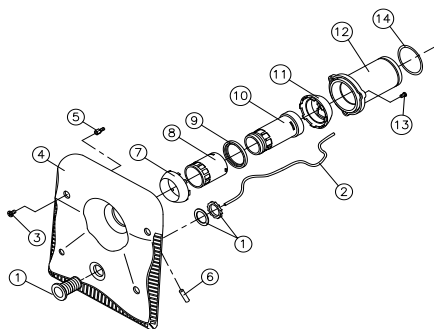
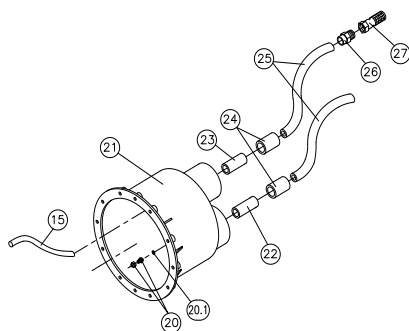

Fig. 3
Fig. 2
The transparent pipe (no.2, fig. 2) is to be connected to the microswitch located on the upper right-hand part of the panel. It is very important to ensure that the transparent pipe has no bends in it.
**3.1** Pour fixer le boîtier (n°21, fig.2) dans une paroi en béton, il vous suffit de suivre les instructions données au chapitre 2 (lie d'installation).
**4.1** Le boîtier est fourni avec les tubes no.22 et 23 (fig.2) déjà installés; de plus l'un des manchons (n°24, fig.2) est fourni collé au tube n° 22.
Cette ligne se compose d'un manchon (n° 24), d'un tuyau souple (n° 25), d'un embout fileté mâle (n° 26) et d'une valve à pied (n° 27); toutes ces pièces étant fournies montées; vous n'aurez donc qu'à coller l'extrémité du manchon (n° 24) au tube (n° 23) déjà installé sur le boîtier. Il est important de fixer le tube de la ligne d'air à la paroi du local technique en faisant en sorte que la valve à pied soit dans la partie la plus haute; on évitera ainsi l'aspiration de saleté (voir fig. 8, page 31). Nous installerons enfin le tuyau souple (n° 15, fig. 2) en l'emboîtant à pression dans la canule qui se trouve à l'intérieur du boîtier (voir fig.5, page 28).
Cette ligne se compose d'un tube (n° 22), d'un manchon (n° 24) et d'un tuyau souple (n°25); comme le tuyau (n°22) et le manchon (n°24) sont déjà installés dans le boîtier, il suffira de coller le tube (n°25). Avant de coller l'extrémité du tube (n°25) sur le manchon (n°24), on introduira le tuyau transparent (n°2, fig.3) dans la ligne pneumatique, on passera l'extrémité de ce tube transparent (n°2, fig. 3) par l'orifice du boîtier et on le fixera à l'aide du presse-étoupe (n° 20 et 20.1, fig. 2). Après cette opération, on collera le tuyau (n° 25) au manchon (n° 24).
L'extrémité du tuyau (n° 2, fig. 3) sera connectée au micro-interrupteur situé sur un côté du tableau hydropneumatique inclus avec l'HIDROJET.